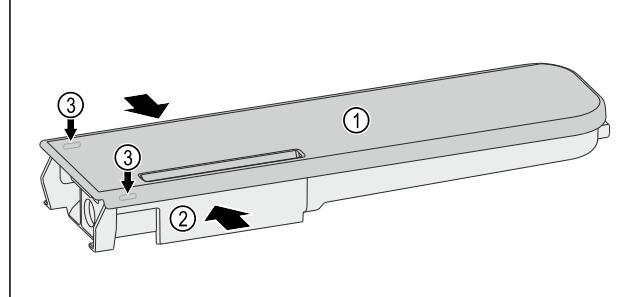

Fig. 125
- Wassertank Fig. 125 (2) zusammendrücken und Deckel Fig. 125 (1) vorsichtig über die Rastnasen Fig. 125 (3) heben und hochziehen.
- Deckel Fig. 125 (1) leicht hin- und herbewegen und nach oben entnehmen.